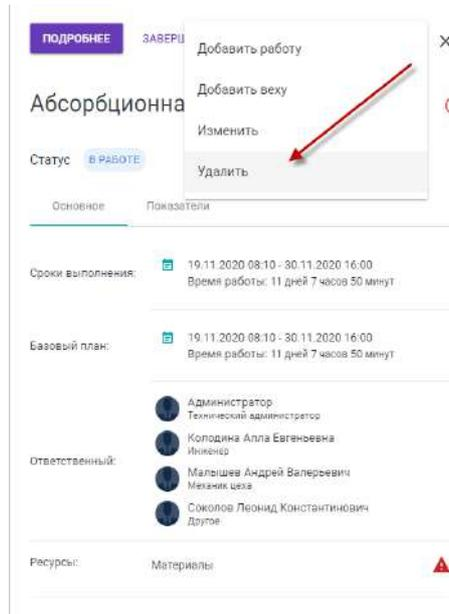

Рисунок 82 — Удаление уровня иерархии проекта
- В верхней-правой части боковой карточки проекта нажмите на пиктограмму «...». Система откроет меню с пунктами для выбора действий (см.рис.82);